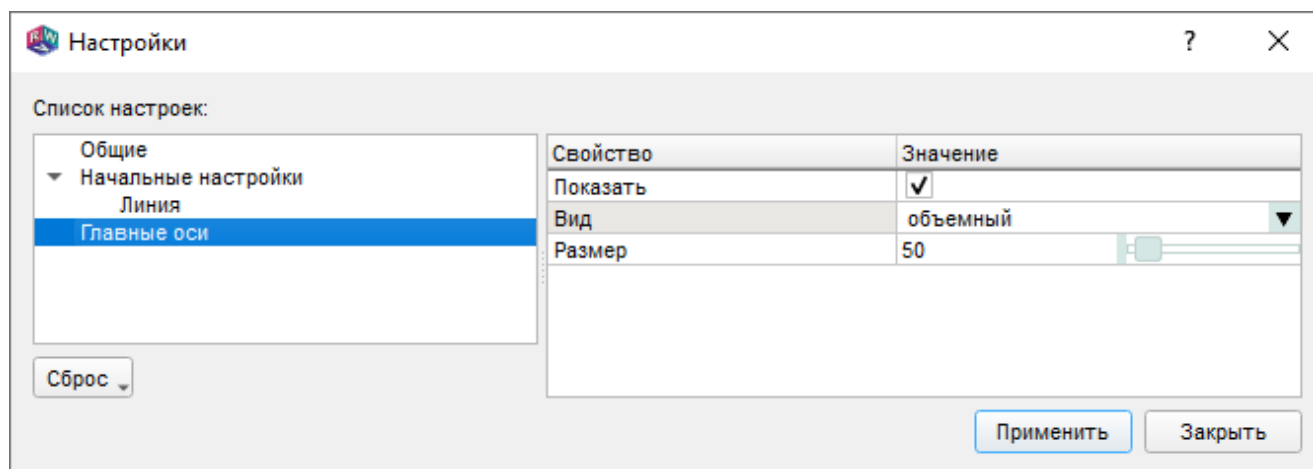

Рис. 261
18.14.4.1. Страница «Начальные настройки» показана на рис. 261.